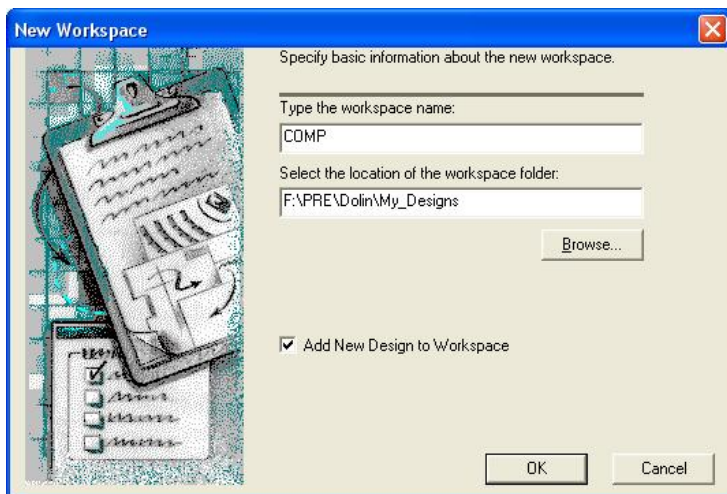

Рисунок 2.1 – Майстер New Workspace
- 2.1.2 З'явиться вікно майстра **New Workspace wizard** (рис. 2.1). Введіть ім'я **робочого простору** (наприклад, **comp**), в якому буде знаходитись новий **проект** – поведінкова модель зовнішнього модуля пам'яті. Активізуйте опцію **Add New Design to Workspace** (англ. «додати новий проект до робочого простору»). Клацніть **OK**.